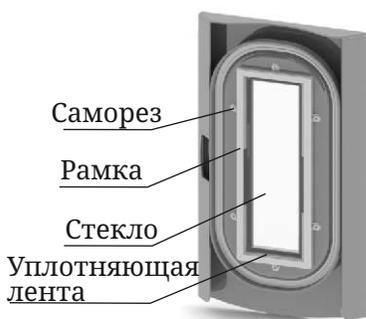

Рисунок 17. Дверца печи
1. Открутить 6 саморезов, крепящих рамку (рисунок 17).